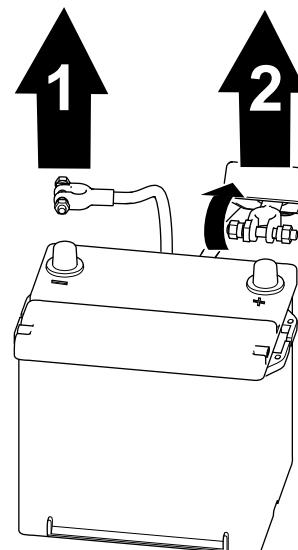

Figura 57
- Retire el cable negativo del borne de la batería (Figura 57).
- Eleve el aislante y retire el cable positivo de la batería del borne de la batería (Figura 57).